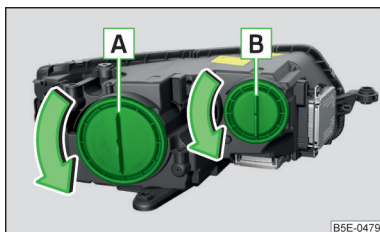

Fig. 243
## Emplacement des ampoules » fig. 243
- Tournez le capuchon A » fig. 243 à la page 244 dans le sens des flèches.
- Placez le capuchon A » fig. 243 à la page 244 et tournez-le dans le sens inverse des flèches.
- Tournez le capuchon **B** » fig. 243 à la page 244 dans le sens des flèches.
- Placez le capuchon **B** » fig. 243 à la page 244 et tournez-le dans le sens inverse des flèches.